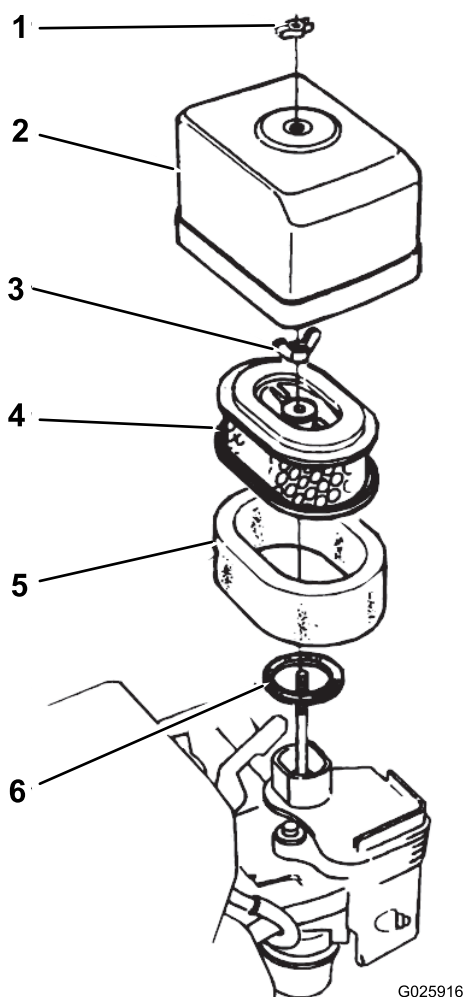

图32
2. 拧掉将空气滤清器盖固定到空气滤清器上的蝶型螺帽然后取下滤清器盖 图32。
4. 从空气滤清器上卸下蝶型螺帽然后取出滤清器 图32。
5. 从纸质滤芯中取出泡沫滤芯 图32。